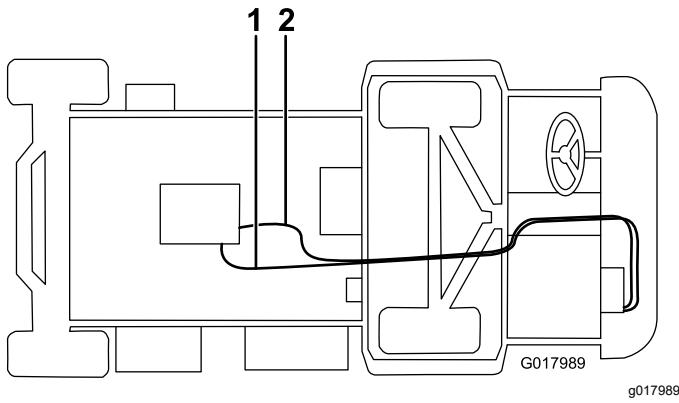

Figura 18
5. Collegate il flessibile lungo alla valvola del riscaldatore con una fascetta stringitubo e posatelo sotto la macchina, sull'asse, quindi collegate al raccordo diritto (Figura 18). Tagliate eventuale flessibile in eccesso per adattarlo.
6. Collegate il flessibile più corto al tubo di riempimento a T bianco con una fascetta stringitubo, posatelo attraverso il serratubi a R sulla staffa del riscaldatore e collegatelo al raccordo a T nel flessibile del radiatore inferiore con una fascetta stringitubo (Figura 18). Tagliate eventuale flessibile in eccesso per adattarlo.